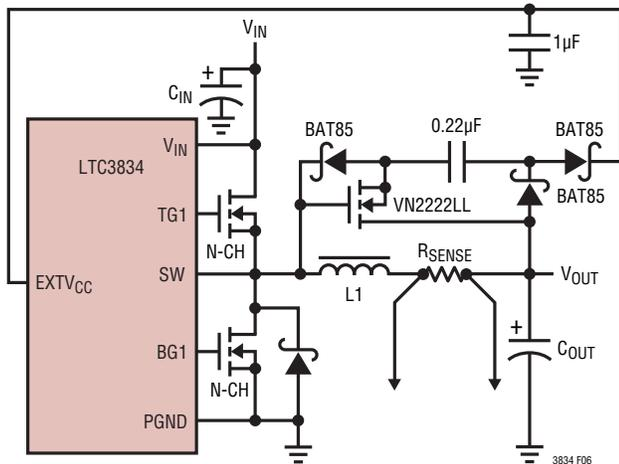

図 6. EXT_{VCC} の容量性チャージポンプ
図 6 に示すオプションのショットキー・ダイオード D1 は、2 つのパワー MOSFET のそれぞれの導通期間の間隙に生じるデッドタイム中に導通します。これによって、ボトム MOSFET のボディ・ダイオードがデッドタイム中にオンして電荷を蓄積するのを防止し、逆回復時間を不要にします。逆回復時間により、 V_{IN} が高いときに効率が最大 3% 低下することがあります。1A ~ 3A のショットキーは平均電流が比較的小さいので、両方の動作領域にとって一般に妥当な選択といえます。これより大きなダイオードは接合容量が大きいため遷移損失が増加します。
4. EXTV_{CC}を出力から得られる昇圧ネットワークに接続します。3.3Vレギュレータや他の低電圧レギュレータでは、4.7V以上に昇圧した出力から得られる電圧にEXTV_{CC}を接続すれば効率が改善されます。これは、図6に示されているような容量性チャージポンプを使って行うことができます。